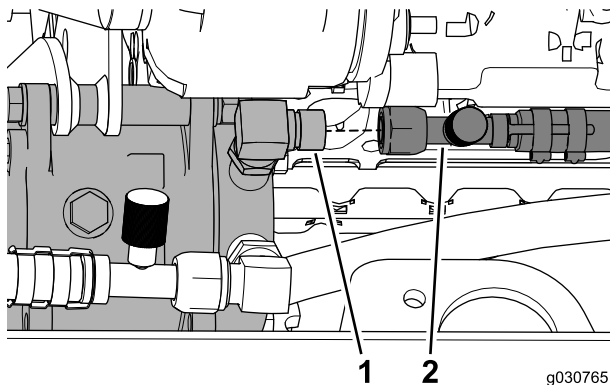

Figure 43
3. Branchez le flexible haute pression de la climatisation (3/4 po) entre la cabine et le raccord à angle droit (3/4 po), comme montré à la Figure 43.